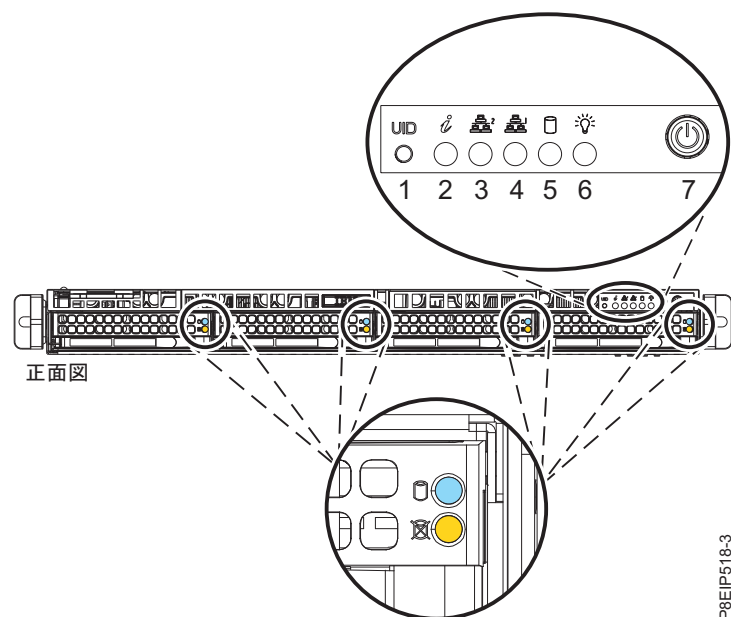
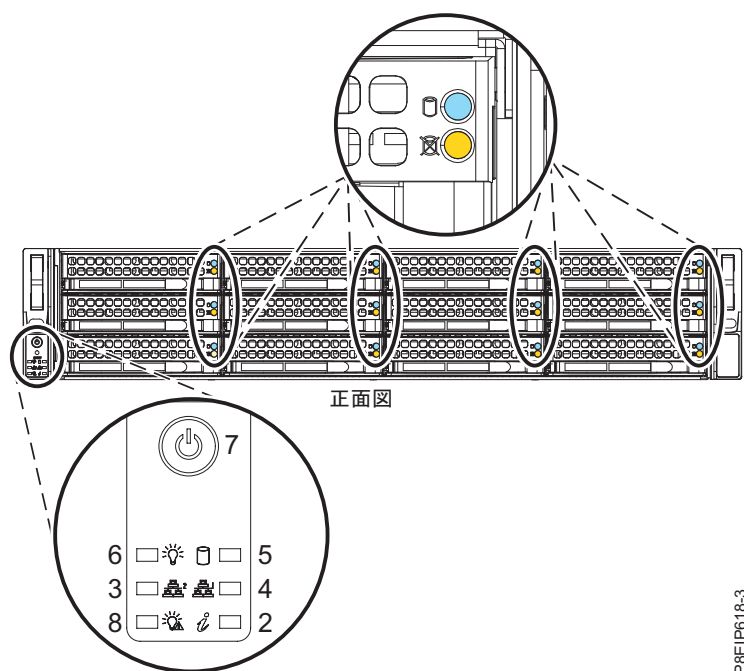

図 78. 8001-12C の電源スイッチ
図 79. 8001-22C の電源スイッチ
2. 電源ボタン (7) を押します (図 78 または 83 ページの図 79 を参照)。 スイッチは 0.5 秒から 3 秒間押す必要があります。